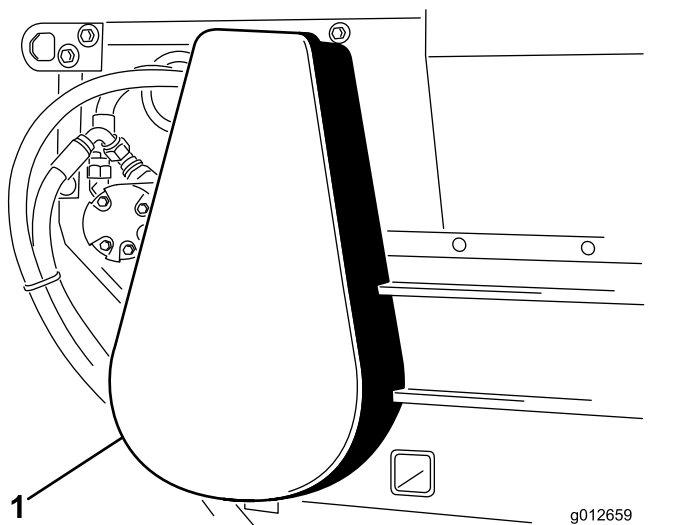

Рисунок 23
2. Снимите кожух цепи (Рисунок 23).
6. Установите крышку цепи (Рисунок 23).